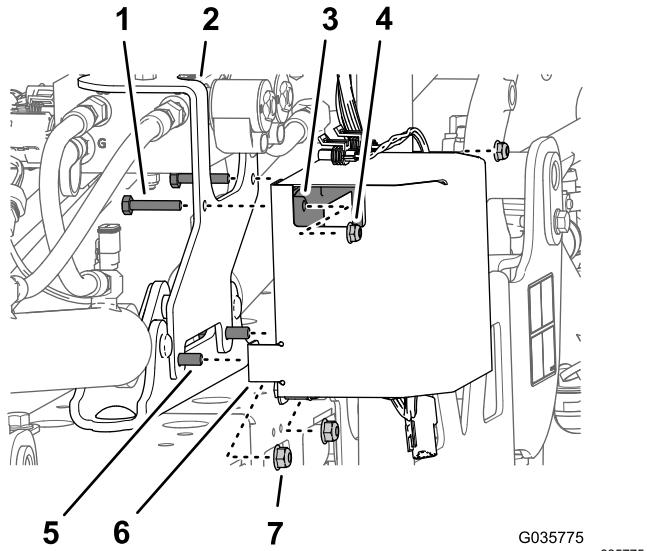

Figura 30
3. Retire as duas porcas de bloqueio flangeadas (5/16 pol.) que prendem o suporte de montagem do kit de acabamento Ultra Sonic Boom, da montagem do cilindro (Figura 30).
4. Monte a cobertura do controlador (Figura 30) no parafuso de cabeça flangeada (5/16 pol. x 1 pol.) nos orifícios dianteiros inferiores na cobertura e prenda sem apertar a cobertura, o suporte e a montagem com as duas porcas de bloqueio flangeadas (5/16 pol.) que retirou em 3.
5. Monte os dois parafusos (1/4 pol. x 1 1/8 pol.) através dos orifícios superiores no suporte de montagem (kit de acabamento Ultra Sonic Boom), na flange traseira (cobertura do controlador) e no controlador (Figura 30) com duas porcas de bloqueio flangeadas (1/4 pol.).